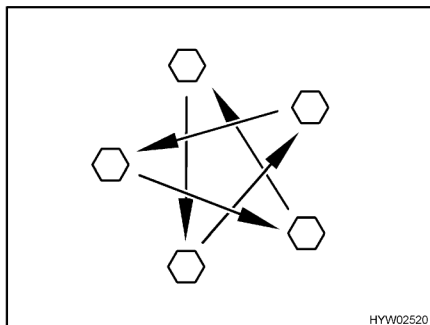

Bild 128 Dra åt hjulmuttrarna eller hjulbultarna korsvis
- Kontrollera regelbundet att hjulmuttrarna eller hjulbultarna är ordentligt åtdragna. Om du har bytt däck ska hjulmuttrarna eller hjulbultarna dras åt efter 5 mils körning (Bild 128).
- Då nya eller nylackerade fälgar används bör hjulmuttrarna eller hjulbultarna dras åt efter ca 100 till 500 mil (Bild 128).